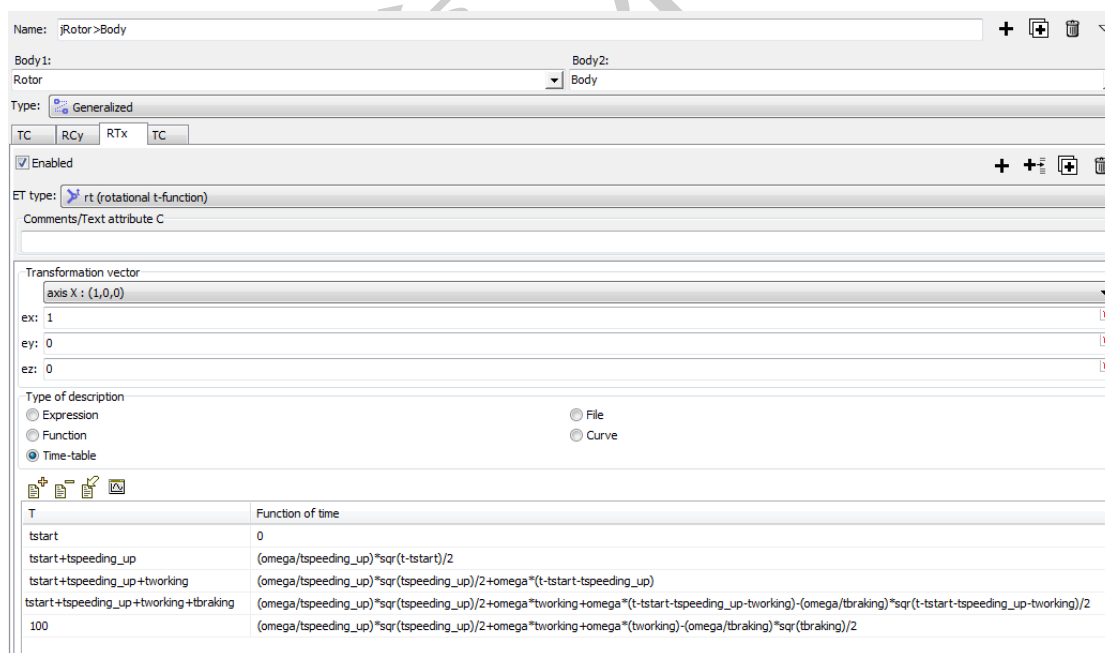

图 2.29
3. 点击铰的 **RTx** 页面，显示类型为 **Table**，如图 2.29 所示，是以表格形式定义的分段函数。